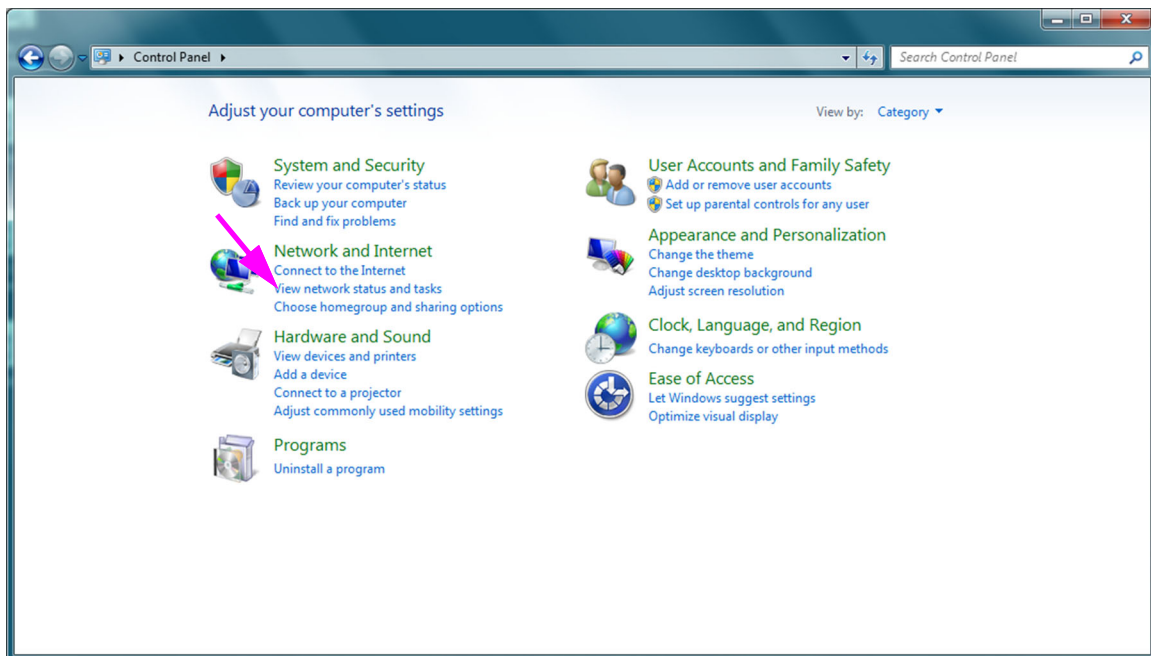

Figura 2-37. Fereastra Toate articolele din Panoul de control - Vizualizare categorie
3. Selectați **Panou de control (Control Panel)**. Dacă vizualizarea este setată pe **Categorie (Category)**, ecranul apare ca în Figura 2-37.